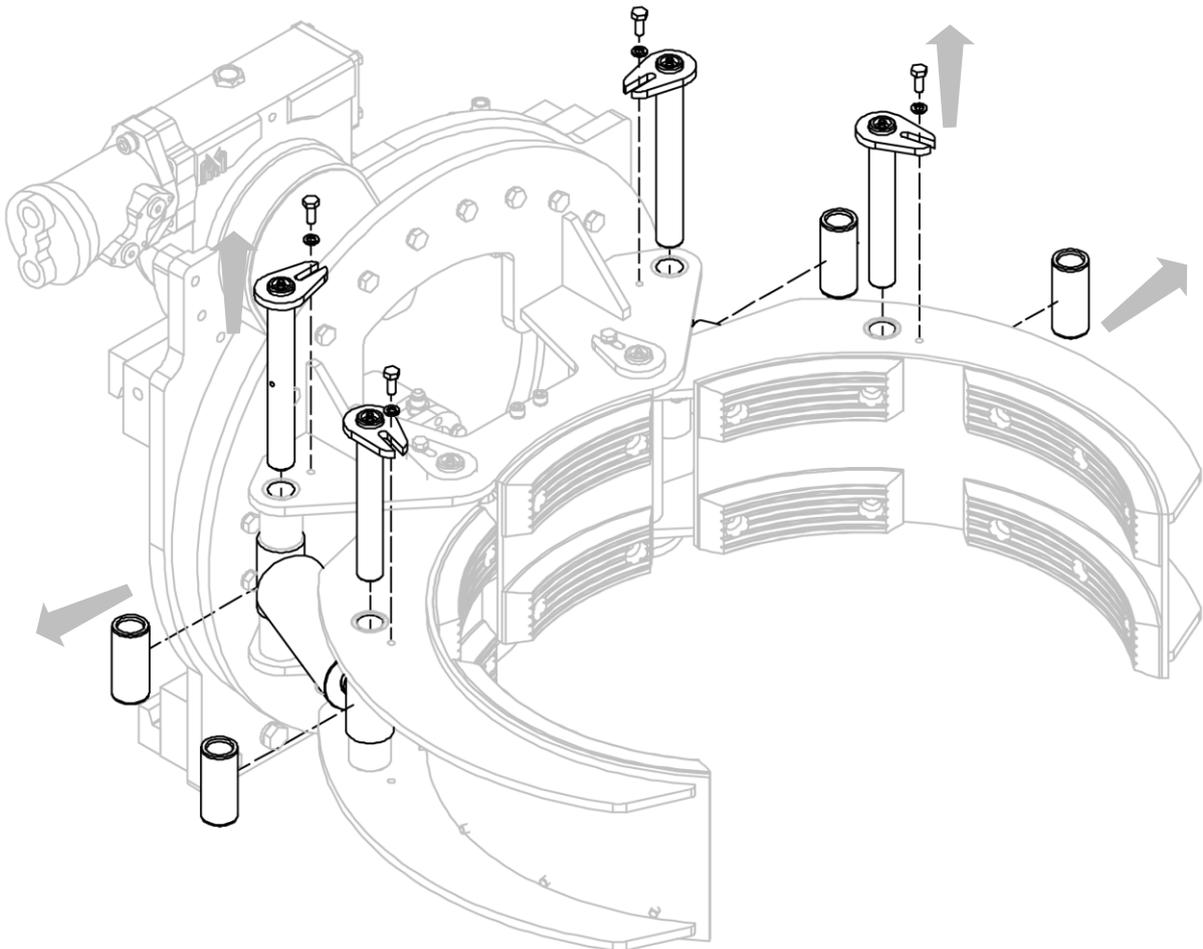

Figura 22
2. Rimuovere i perni di fissaggio (con le relative viti e rosette elastiche) che vincolano i cilindri alla struttura fissa e alle ganasce (vedi *Figura 22*).